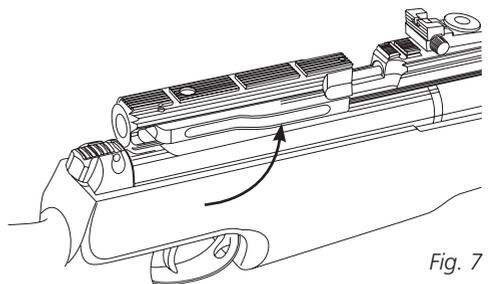

Fig. 7
2. Cierre la palanca de carga, como se muestra en la Fig. 7.